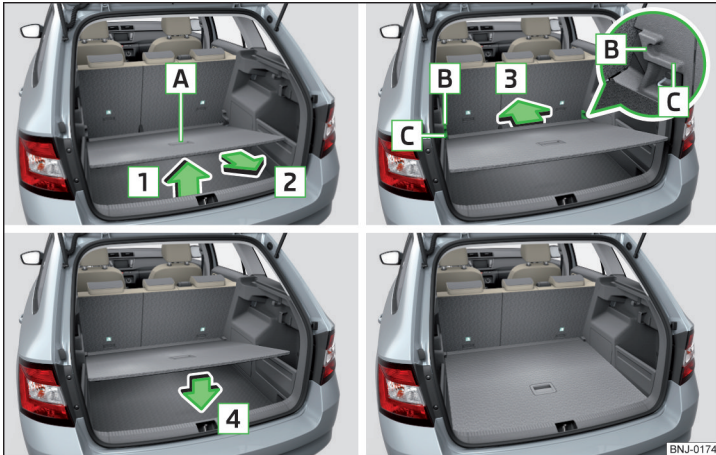

Abb. 106 Variablen Ladeboden in die obere Position einstellen
- › Den variablen Ladeboden am Griff **A** » Abb. 106 fassen.